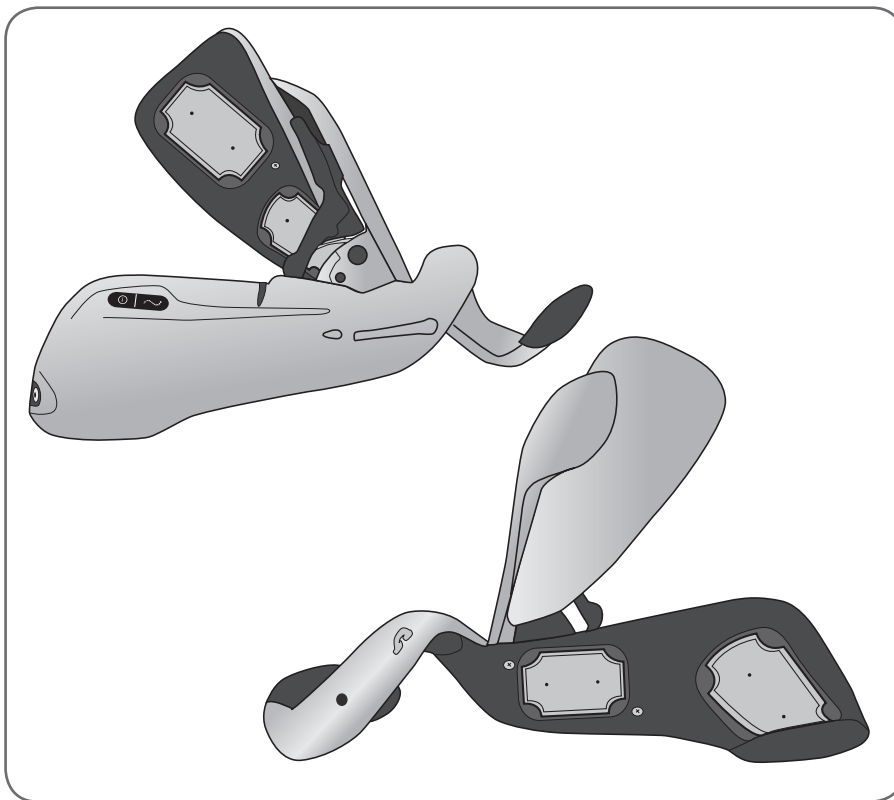

Abbildung 8-8: Orthese mit angebrachten Gewebeelektroden
8. Vergewissern Sie sich, dass jede Gewebeelektrode sicher mit der dazugehörigen Elektrodenbase verbunden ist (siehe Abbildung 8-8).